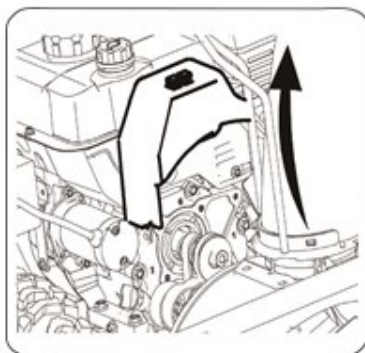

Abb.27
- Entfernen Sie den Riemenschutz an der Vorderseite des Motors, indem Sie die beiden selbstschneidenden Schrauben entfernen. Siehe Abbildung 27.